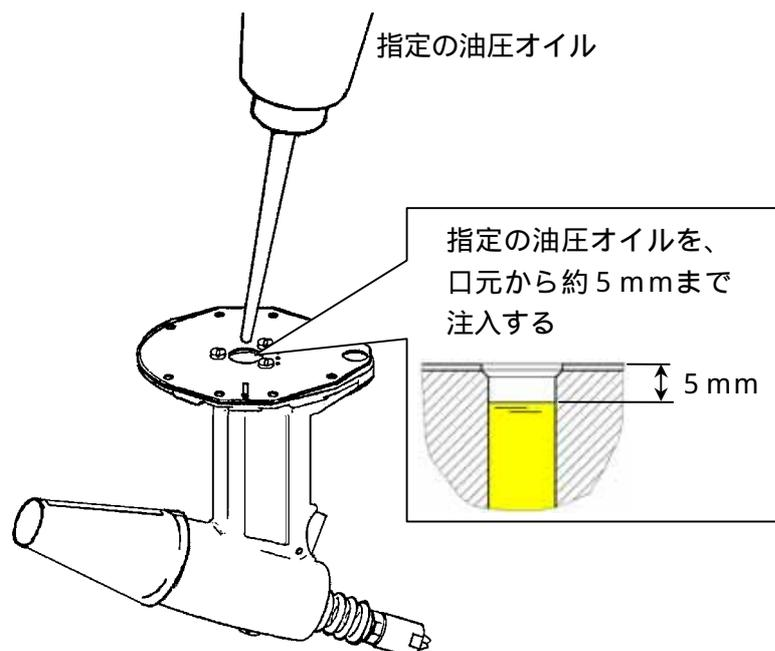

図7-6
- (5) ハンドル内部のエアピストンアセンブリの入っていた穴に、指定の油圧オイル(P.10 表 5-1)を、油面が口元から約5mm下になるまで注入してください。(図7-6)